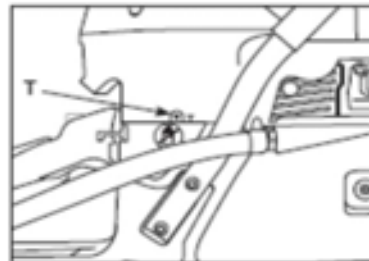

Bild 3
- \* Ett slitet eller igentäppt tändstick kan medföra förlorad styrka, startproblem eller ge en ojämn tomgång (bild 3).